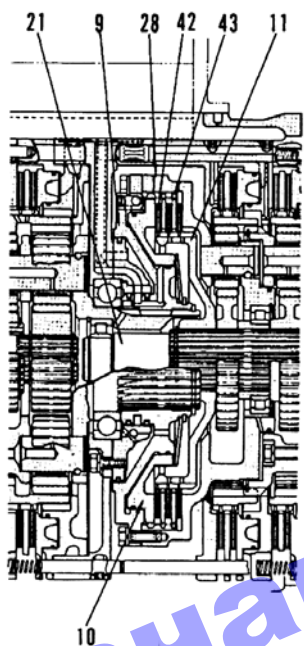

Рис. 5-15.
(4) Вращательная муфта (1-я скорость, муфта № 3) (Рис. 5-15)